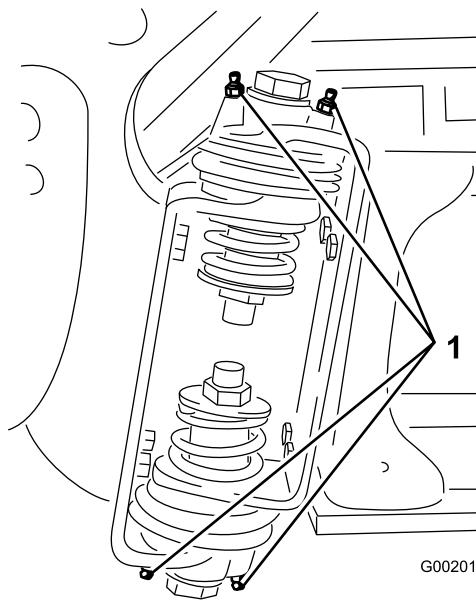

Figura 38
- Bombee grasa en el cojinete o casquillo de cada punto de engrase (Figura 38).